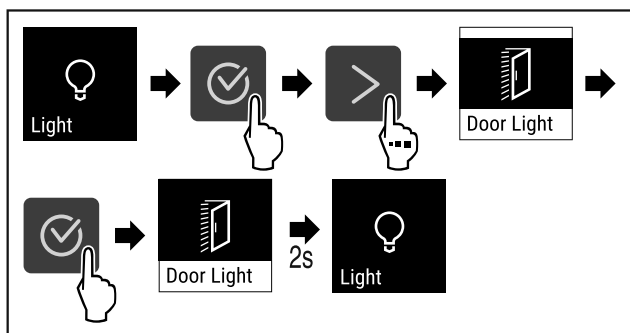

Fig. 87
- ▶ Izvedite zahtevane korake (glejte Fig. 87).